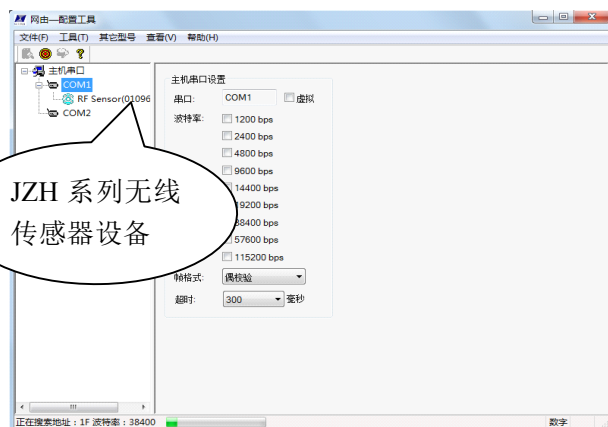

图 6-6
- 7、对于 JZH-XXX-12 系列产品请接通外部电源（不用进行 5、6 操作）。单击  图标, 在您所使用的串口下出现 JZH 系列无线传感器设备如图 6-6 所示, 然后单击  图标；